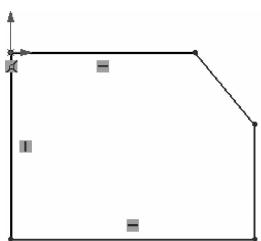

图 1-35 基体零件模型草图
- (1)单击【新建】按钮,在打开的【新建 SOLIDWORKS 文件】对话框中双击【零件】图标。
- (2)在【特征管理器设计树】选项卡中选择【前视基准面】,单击【草图】按钮,进入草图绘制模式。
- (3)大致绘制草图。
- ①单击【直线】按钮 $/$,绘制基本图形,如图 1-35 所示。